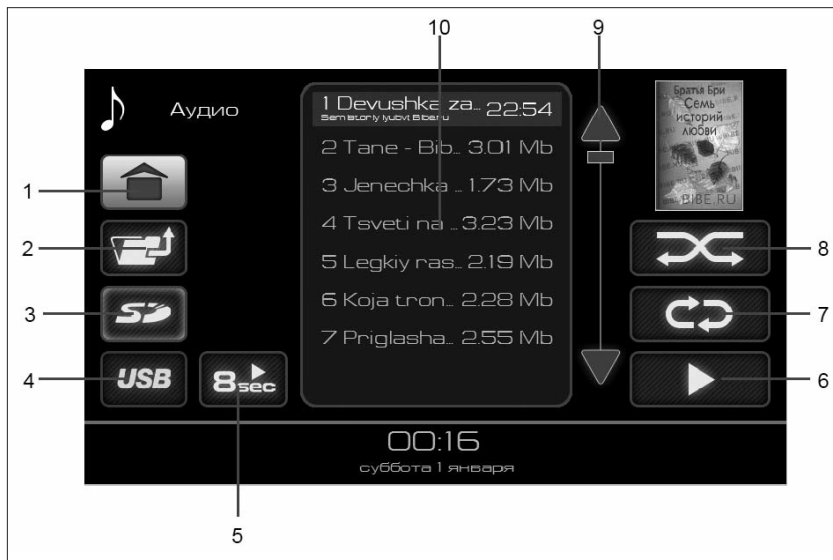
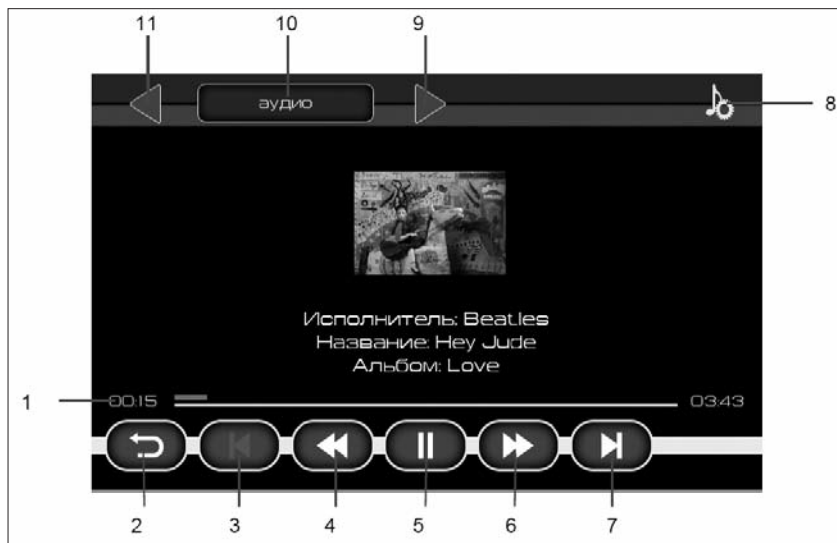

Рис. 4. Окно списка аудиофайлов
Рис. 5. Окно проигрывания аудиофайлов
Доступные для воспроизведения аудиофайлы и папки отображаются в списке **(10)** (рис. 4). Двойное нажатие на изображение папки отобразит список аудиофайлов в этой папке. Для выхода из папки нужно нажать кнопку **1** (рис. 4).
- либо двойное нажатие на выбранный аудиофайл позволяет воспроизвести именно его, при этом доступна кнопка включения режима повторного воспроизведения (кнопка **7**, рис. 4).
- либо нажатие на кнопку воспроизведения аудиофайлов (кнопка **6**, рис. 4) позволяет воспроизвести все аудиофайлы, находящиеся в списке **(10)** (рис. 4).
в списке **(10)** на рис. 5, а затем нажатие кнопки воспроизведения аудиофайлов (кнопка **6**, рис. 4), позволяет воспроизвести все аудиофайлы, находящиеся в выбранной папке, и во всех вложенных в нее папках.
Для остановки воспроизведения нажмите кнопку **5** (рис. 5).
Если при воспроизведении аудиофайла нажать на кнопку «Пауза» (кнопка **5**, рис. 5), а затем нажать на кнопку возврата (кнопка **2** рис. 5), то происходит переход в главное меню, и в кноп-